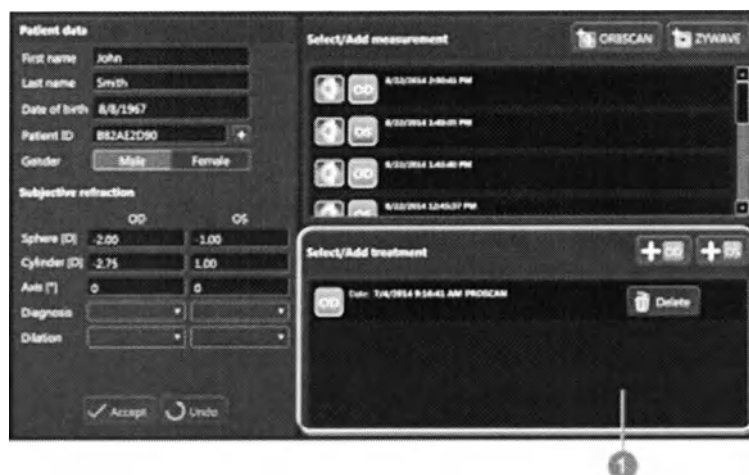

Рис. 104. Диалоговое окно Select/Add treatment [Выбрать/добавить процедуру]
2. В диалоговом окне Select/Add treatment [Выбрать/добавить процедуру] (рис. 104) дважды щелкните на необходимую процедуру, чтобы открыть ее.